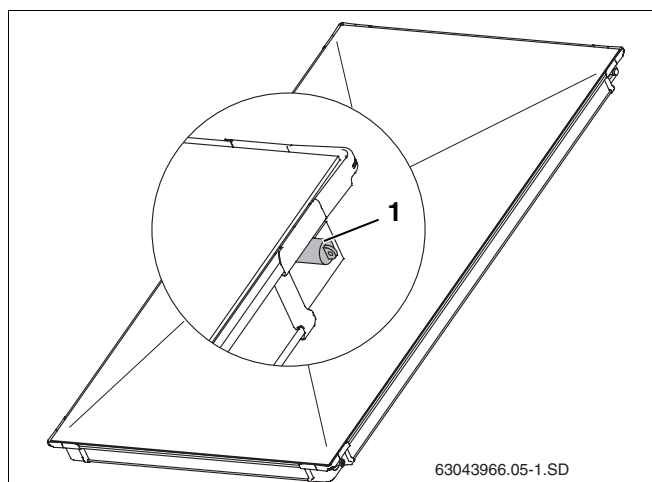

Fig. 5 Capas em material sintético e ligações de colectores
- ▶ Retire as capas de borracha (fig. 5, **item 1**) apenas antes da instalação.